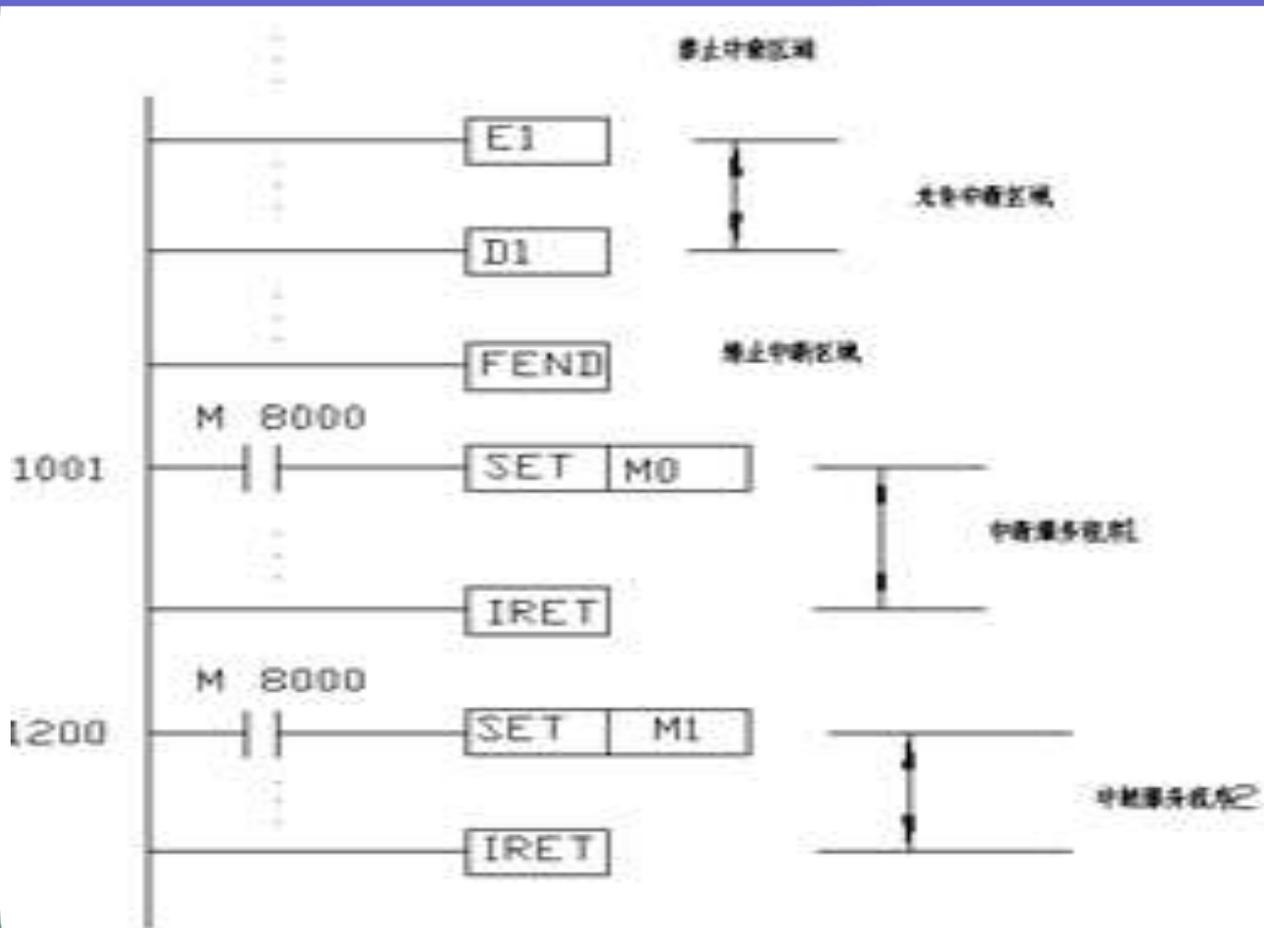

图7.29 中断指令使用说明
**PLC** 一般处在禁止中断状态。指令**EI~DI**之间的程序段为允许中断区间，而**DI~EI**之间为禁止中断区间，如图7.29所示。当程序执行到允许中断区间并且出现中断请求信号时，**PLC**执行相应的中断子程序，遇到中断返回指令**IRET**时返回断点处继续执行主程序。在此区间之外，即使有中断请求，**CPU**也不会立即相应，而是将这个中断信号存储下来，并在**EI**指令之后被执行。